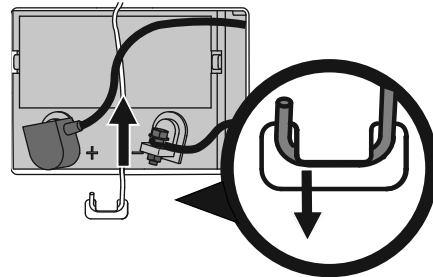

Figura 14
1. Extraiga el soporte de sujeción de la batería empujando el extremo de acoplamiento hacia afuera de la lengüeta de la tapa de protección que está a la derecha de la batería. Luego levante el soporte de sujeción de la batería para liberar la batería. Consulte la Figura 14.